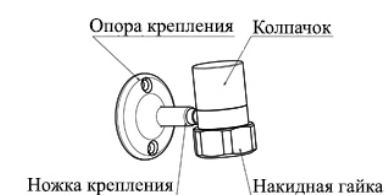

Рис.6
4.8. Параллельность полотенцесушителя к стене следует регулировать с помощью опоры (ножки) телескопического крепления (рис.6)